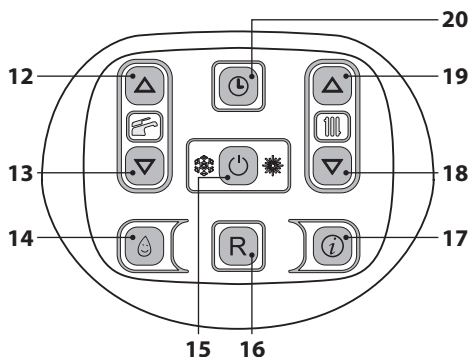
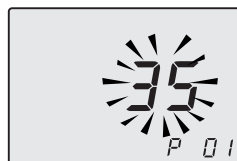

Figura 9.27
Figura 9.28
- Entre en la "modalidad de programación" pulsando simultáneamente durante 10 segundos los botones 15 - 18 - 19 (Figura 9.27) hasta que aparezcan en el display LCD las letras **P01** alternadas con el valor del parámetro (91=Mia Condens Plus 25 o 92=Mia Condens Plus 30), indicando que se ha entrado en el "parámetro 01" (Figura 9.28).